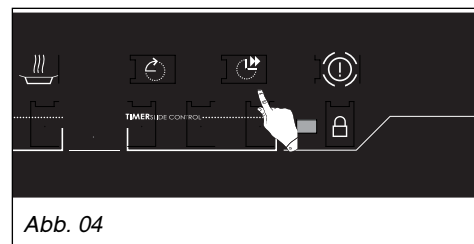

Abb. 04
– Sie können die Zeitschaltuhr auch durch aufeinanderfolgendes Drücken der Taste  einstellen (Abb. 04).